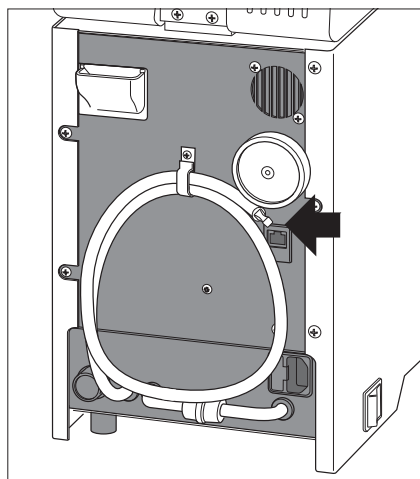

図 21
- 4) 背面の排水ホース先端のチューブストッパを外し、用意した容器に全て排水します。(図 21、22)